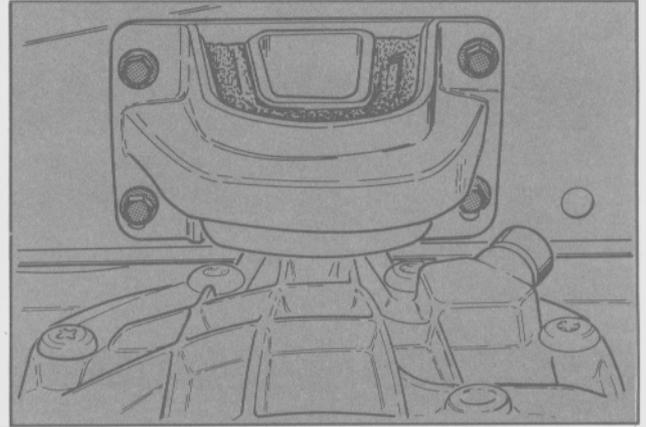

Fig. 78 - Montaje del soporte del eje trasero al piso.
- Extraer los tornillos (4) de montaje del soporte del eje trasero al piso (Fig. 78).
- Extraer los tornillos (2) de fijación del soporte a la carcaza del eje trasero.